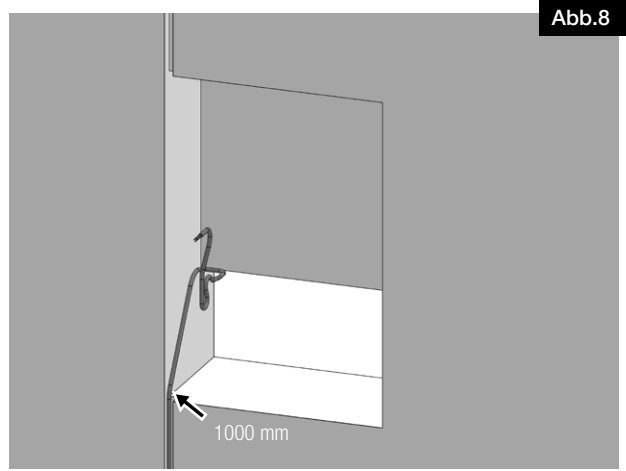

Abb.8
4. Den Netzanschluss und das Steuerkabel (NYM-J3 x 1,5 mm²) an die richtige Position verlegen und fixieren (siehe Abb.8). Die Kabel benötigen einen Überstand von 1000 mm ab der Unterkante des Wandeinbauelements.